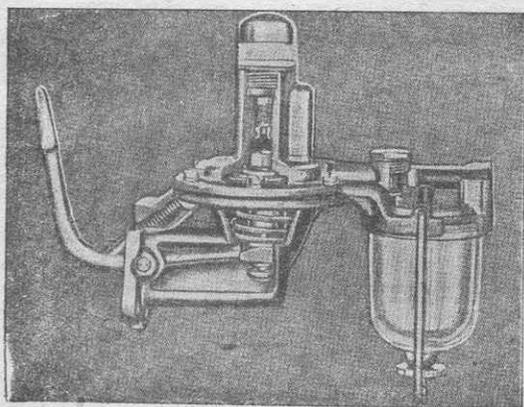

Рис. 36. Насос для бензина.
Воздухоочиститель (рис. 36) имеет лопастный вентилятор, вращающийся под влиянием всасывания. Лопастный вентилятор увлекает диск с лопастями, насаженный на одной оси с вентилятором и расположенный выше вращающегося вентилятора.
**Подача топлива к карбюратору.** подача бензина из бака, расположенного под сиденьем шофера, осуществляется механическим диафрагменным насосом, приводимым в движение специальным кулачком на распределительном валу двигателя (рис. 36).